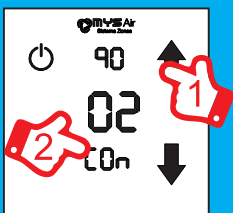

Fig. 11
- 3) Seleccionar el Código "02" pulsando sobre los icono **↓↑** y confirmar pulsando de nuevo sobre el icono **CO** para activar la configuración wifi del módulo y salir (Fig. 11).